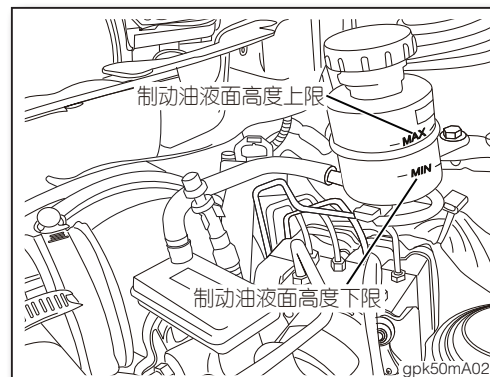

图10
- 检查制动液储液罐内的液面高度。正常情况下应该位于储液罐的MIN与MAX线之间(如图10)。